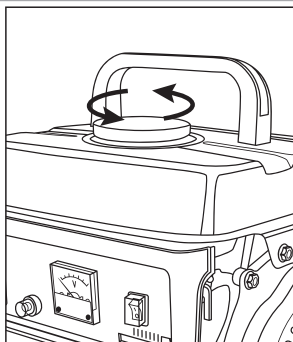
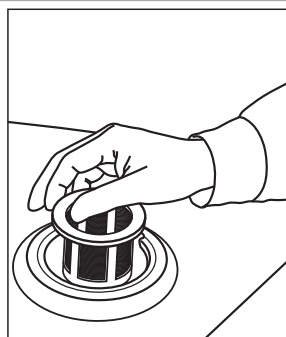

рис. 16
рис. 17
3. Открутите крышку топливного бака (рис. 16) и извлеките фильтр (рис. 17).